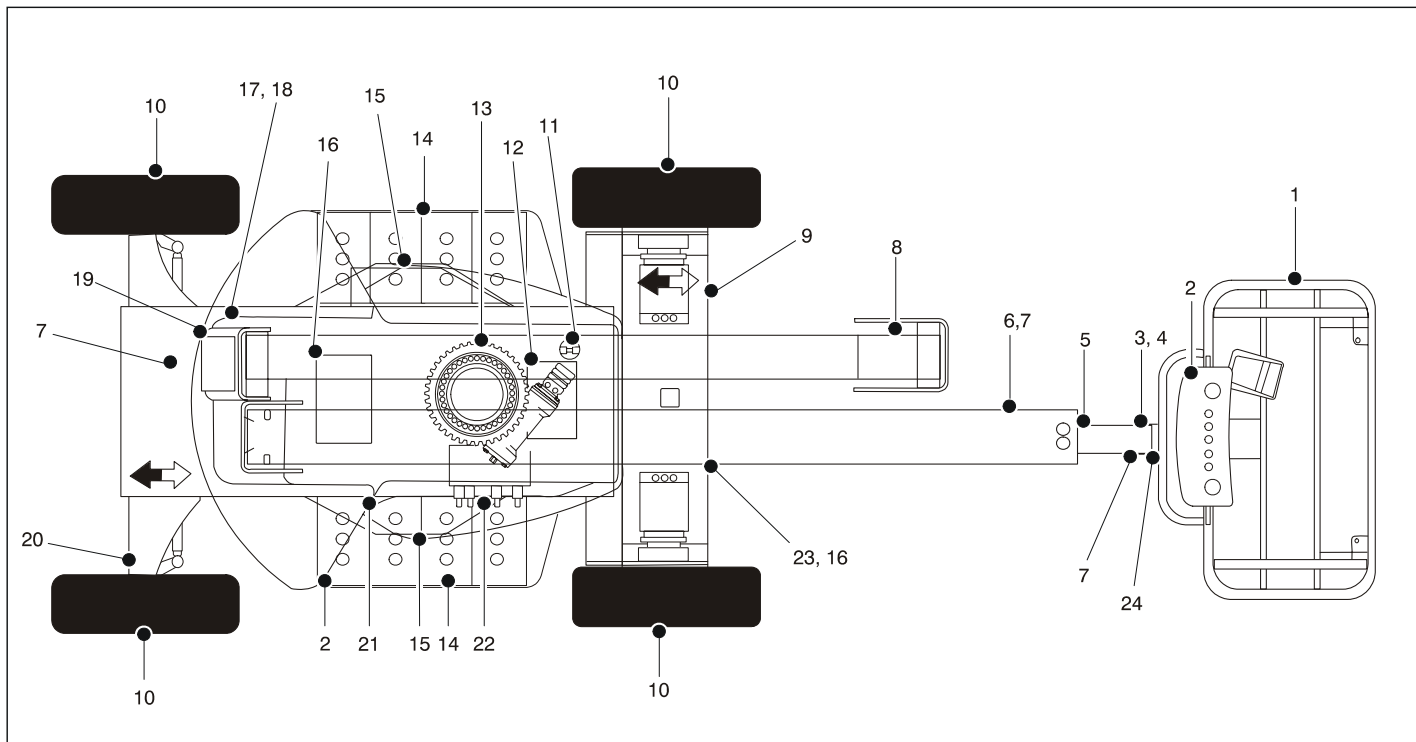

Figura 2-2. Inspección visual diaria - Hoja 1 de 3
5. **“Inspección visual”** – Consultar la Figura 2-2. a la Figura 2-4.